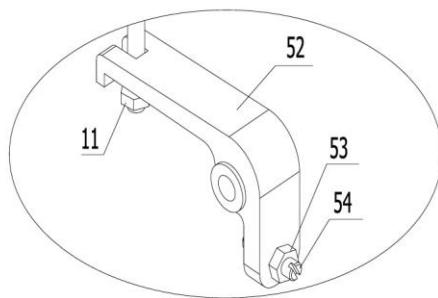

Рисунок 4.
4.2 Болт (53), показанный на рис.4, предназначен для регулировки тележки. Если тележка сразу опускается после подъема, слегка поверните болт (53) против часовой стрелки. Затем попробуйте вновь поднять тележку. Повторите это действие, пока тележка не будет подниматься нормально. Если после подъема тележка не опускается, поверните слегка болт (53) по часовой стрелке. Затем попробуйте вновь поднять тележку. Повторите это действие, пока тележка не будет подниматься нормально. Шестигранная гайка 54 на болте (53) выполняет функцию замка. Поэтому перед регулировкой ее необходимо открутить и закрутить обратно по окончанию регулировки.